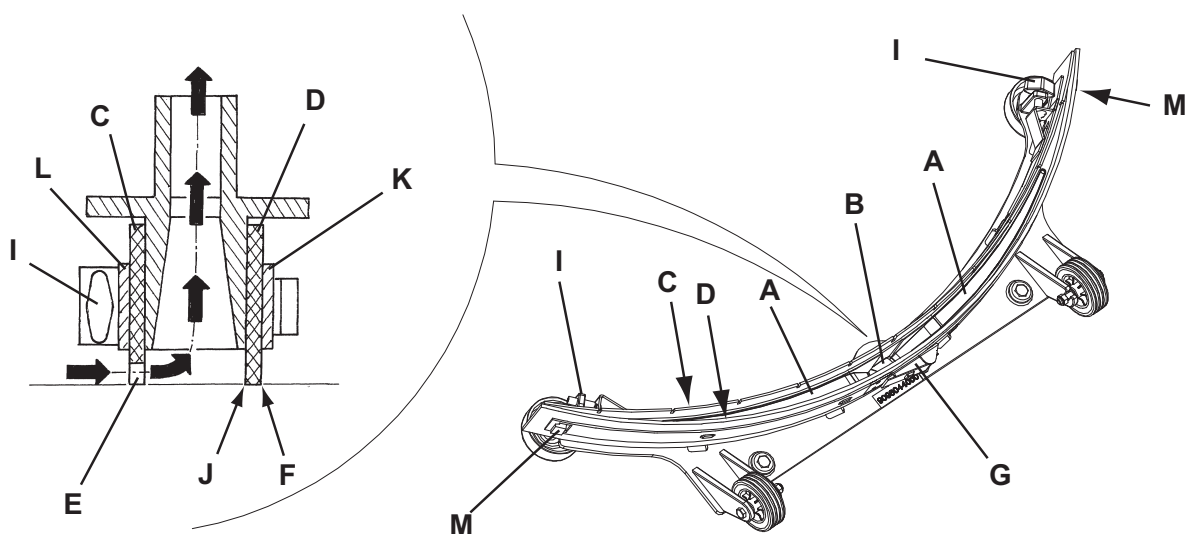

Figure 3
1. Nettoyer l'embouchure (Fig. 3) comme décrit au paragraphe précédent.
2. Contrôler que le bord (E, Fig. 3) de la lamelle en caoutchouc avant (C) et le bord (F) de la lamelle en caoutchouc arrière (D) se posent simultanément sur le plan, et en toute leur longueur ; en cas contraire, régler leur hauteur en procédant selon les instructions suivantes :
- Déposer le tirant (G), décrocher les dispositifs de retenue (M) et régler la lamelle en caoutchouc arrière (D), puis accrocher les dispositifs de retenue et installer le tirant.
- Desserrer les boutons (I) et régler la lamelle en caoutchouc avant (C), puis serrer les boutons.
3. Contrôler que la lamelle en caoutchouc avant (C) et la lamelle en caoutchouc arrière (D) sont intactes et qu'elles ne présentent pas de coupures ou déchirures ; en cas contraire, les remplacer en procédant comme suit. Contrôler que l'arête (J) de la lamelle en caoutchouc arrière n'est pas usée ; en cas contraire, tourner la lamelle en caoutchouc, en remplaçant l'arête usée avec l'une des trois arêtes intactes. Si toutes les arêtes sont usées, remplacer la lamelle en caoutchouc en procédant comme suit :
- Déposer le tirant (G), décrocher les dispositifs de retenue (M) et enlever la bande de retenue (K), puis remplacer / tourner la lamelle en caoutchouc arrière (D). Pour la repose, procéder dans l'ordre inverse de la dépose.
- Dévisser les boutons (I) et enlever la bande de retenue (L), puis remplacer la lamelle en caoutchouc avant (C). Pour la repose, procéder dans l'ordre inverse de la dépose.
4. Connecter le tuyau d'aspiration (11) à l'embouchure.
5. Reposer l'embouchure (21) et serrer les boutons (22).
6. Si besoin est, régler le bouton de réglage de l'équilibrage de l'embouchure (23).